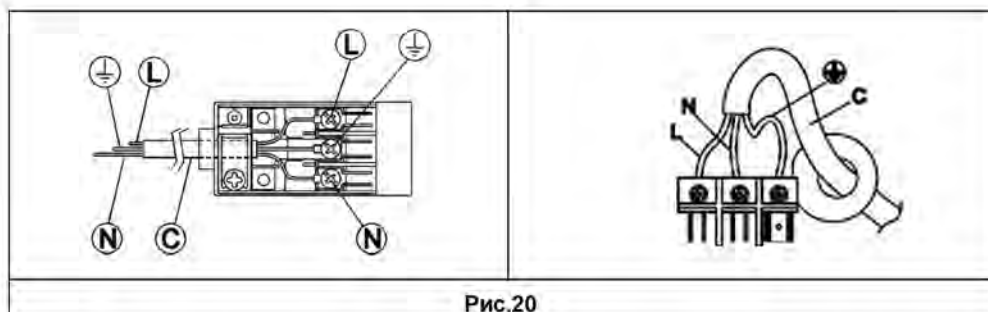

Рис.20
- Подсоедините провода согласно рис. 20, уделяя особое внимание следующим соответствиям: